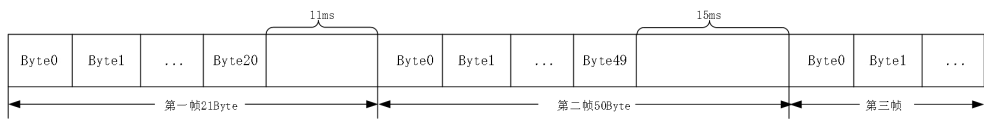

图 7.18 码间超时示意图
- 码间超时：该配置用于串口判断数据是否已接收完成。如图 7.18 所示，当码间超时配置成 10ms，如果串口传输过程中出现空闲超过 10ms 那么串口会把前面已收到数据当